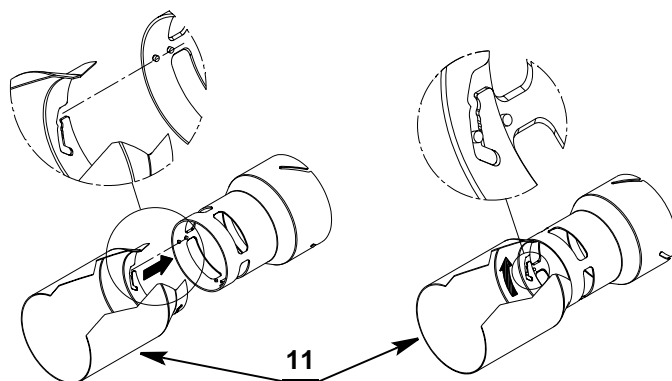

Fig. 28
- Fissare il post-imbuto 11) (Fig. 28) seguendo le indicazioni in figura.